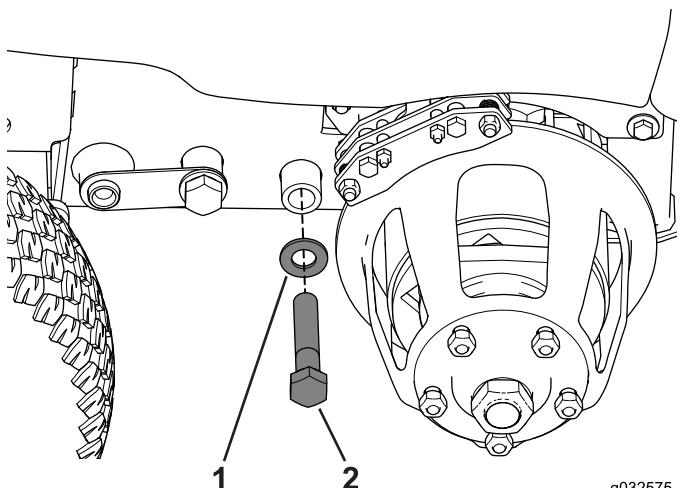

Рисунок 77
- Установите болт ( $\frac{3}{4}$  x 4 дюйма), как показано на Рисунок 77